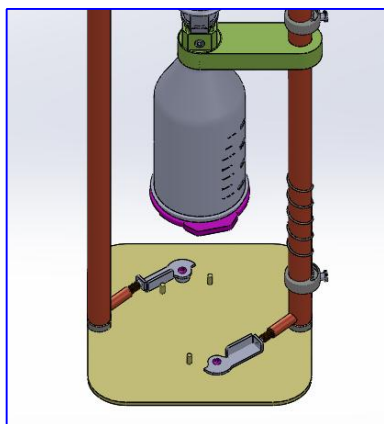

图 6
4) 将智能操作控制中心提出水面，放置一旁平整地面。手动打开下盖限位件，当两个传感器检测到两个限位件完全打开后，延时 5S，电推杆自动向上收缩，收起油膜瓶瓶身和容器下盖（如图 6）。将其整体取下锁紧容器上盖转至下序。